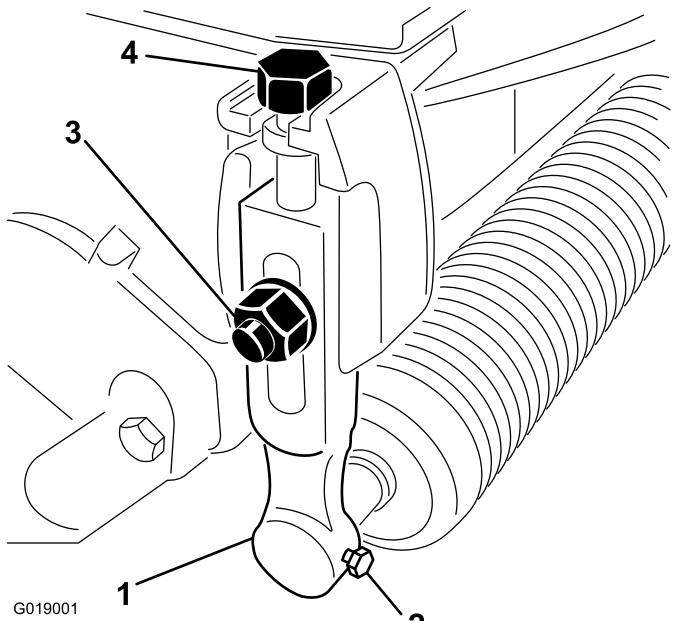

Figura 1
2. Allentate le viti che fissano ciascuna estremità del rullo anteriore ai bracci dell'altezza di taglio (Figura 1).
3. Rimuovete i bulloni della lama, le rondelle e i dadi di bloccaggio che fissano i bracci dell'altezza di taglio a ciascuna delle estremità dell'apparato di taglio (Figura 1). Rimuovete i bracci dell'altezza di taglio e il gruppo dei rulli.
4. Rimuovete le viti di regolazione dell'altezza di taglio dai bracci dell'altezza di taglio (Figura 1).